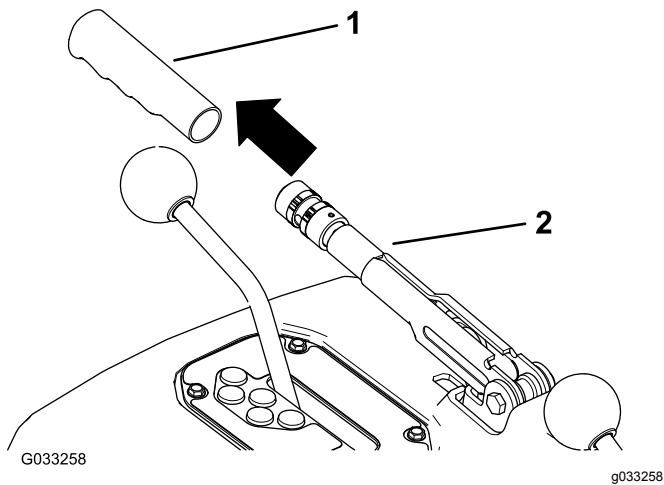

図 74
1. 駐車ブレーキレバーのゴム製グリップをはずす 図 74。
5. 駐車ブレーキレバーにゴム製グリップを取り付ける 図 74。